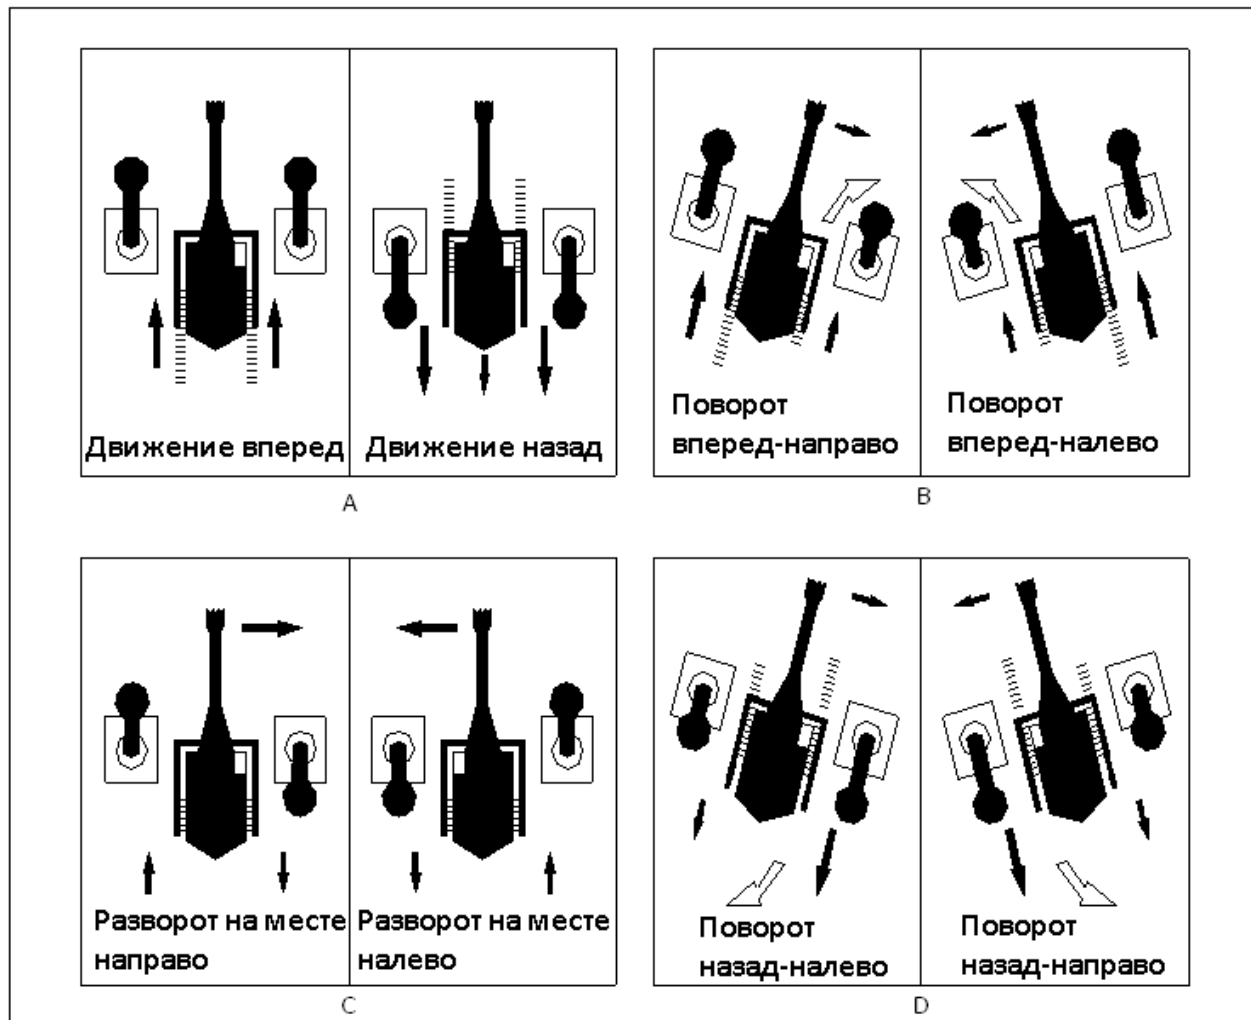

Рисунок 4-5. Управление ходом
1) Для продвижения вперед по прямой необходимо одновременно выдвинуть оба контроллера в направлении, одинаково отдаленном от среднего (центрального) положения (см. рис. 4-5). Скорость хода прямопропорциональна расстоянию перемещения от вертикального (среднего) местоположения.
3) Для поворота вправо во время хода вперед нужно левый контроллер подать вперед из среднего положения. В зависимости от степени поворота правый контроллер устанавливается в среднее положение для небольшого поворота. Для достаточно большого поворота правый контроллер слегка подается вперед. Когда левый контроллер подается вперед, а правый назад, машина поворачивается в исходное место направо (см. рис. 4-5).
5) Для поворота вправо или влево во время движения в обратном направлении положение командоконтроллера должно быть как изображено на рис. 4-5. Ход в обратном направлении должен выполняться как можно реже во избежание чрезмерного трения и износа элементов гусеничного устройства.
Внимание: во время копания функция предельного положения напора рукояти ковша (при чрезмерном напоре или возврата) не должна путаться с чрезмерным напором возникающим при подъеме стрелы. Чрезмерный напор – это применение чрезмерной силы напора, которая вовремя внедрения ковша в забой приводит к подъему стрелы (см. рис. 4-5). Многократный или чрезмерный подъем стрелы может привести к растяжению канатов и раннему износу соответствующих деталей.